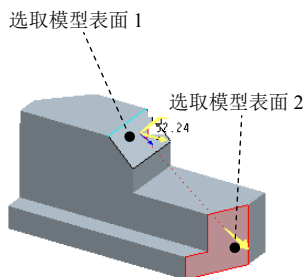

图 5.8.14 测量面与面间的角度
- (1) 选取图 5.8.14 所示的模型表面 1。
- (2) 选取图 5.8.14 所示的模型表面 2。